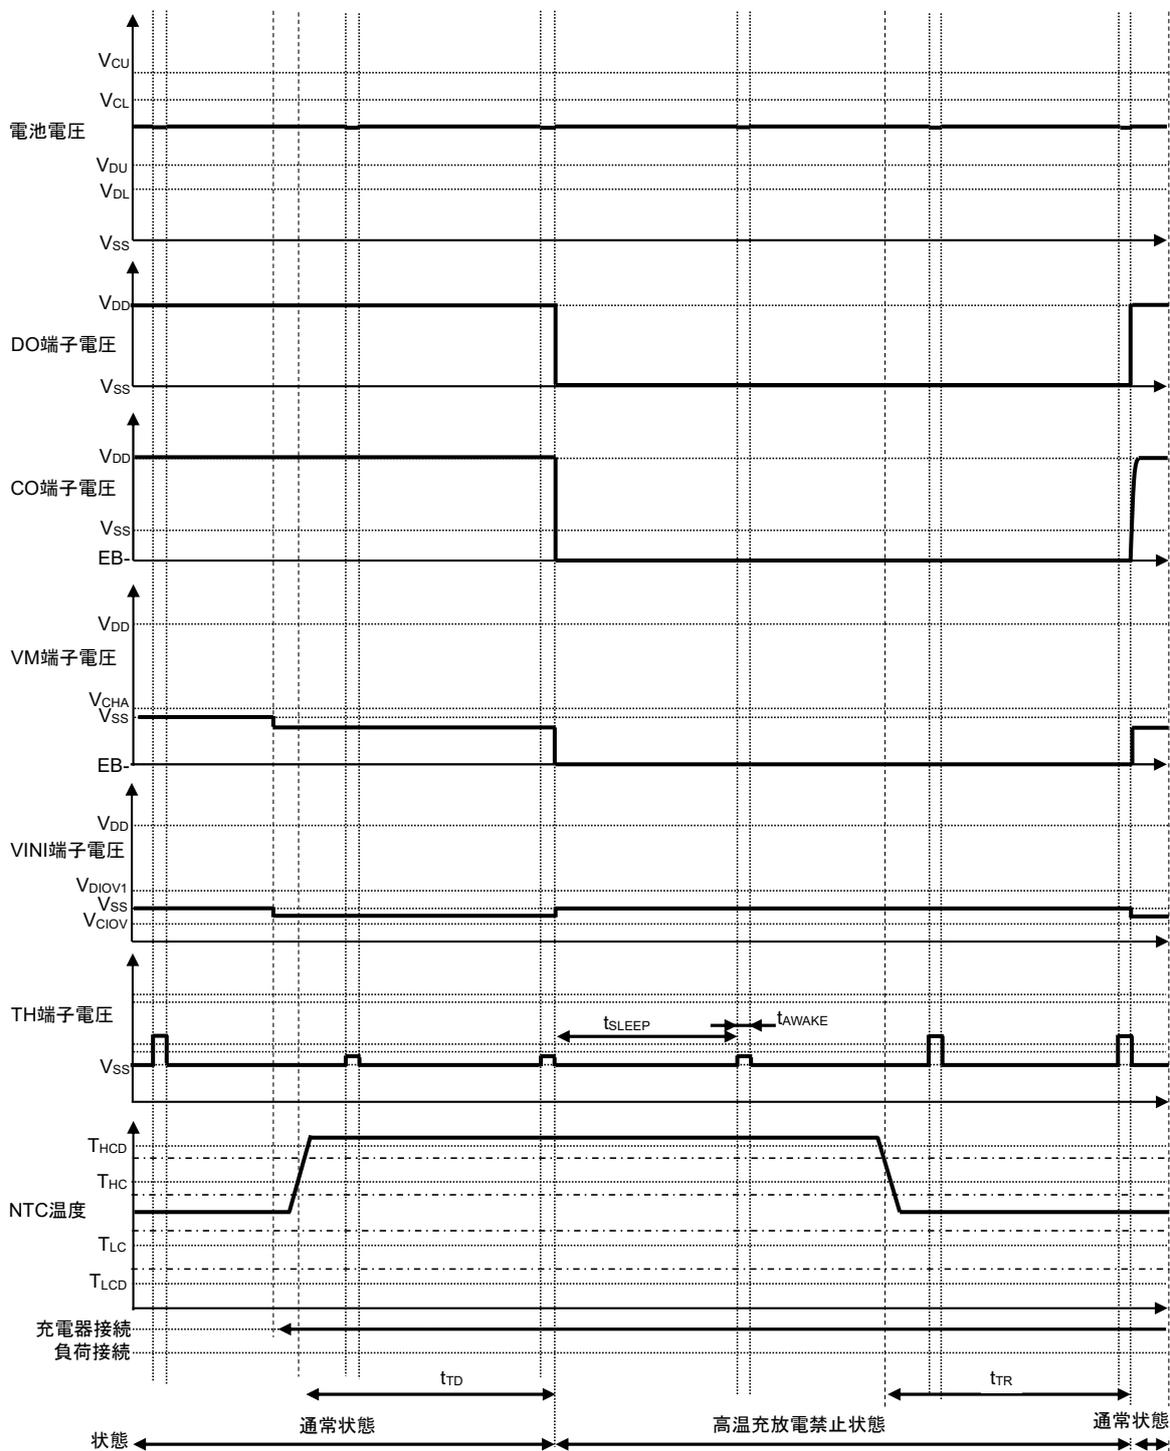

図15
- 備考** 1. 図15は、 $N = 2$ のときに、NTCサーミスタ温度が T_{HC} 以下から T_{HCD} 以上まで変化する場合があります。サンプリング時のNTCサーミスタ温度が二回連続で T_{HCD} を越えているため、S-82D1Aシリーズは通常状態から高温充放電禁止状態になります。